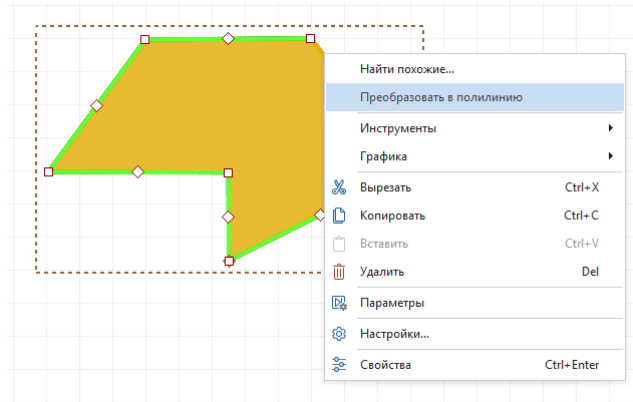

Рис. 312 Вызов функции преобразования из контекстного меню
2. Вызовите контекстное меню и выберите пункт «Преобразовать в полилинию», см. Рис. 312.